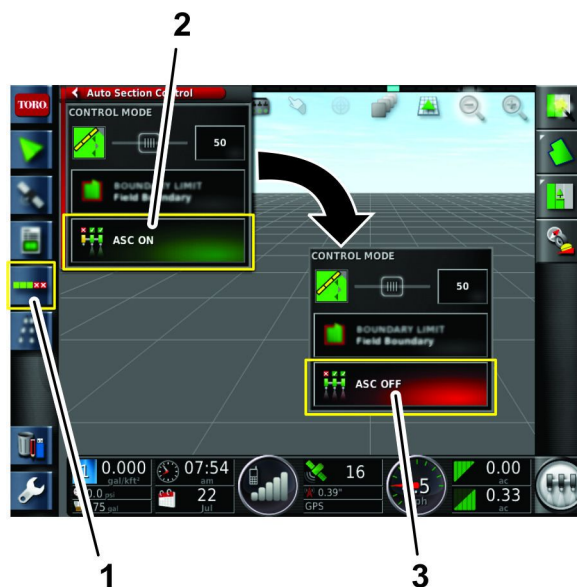

Figure 94
A. Sélectionnez l'icône ASC (contrôleur automatique de section). Figure 94
- B. Placez l'icône ASC sur ASC OFF (Figure 94).